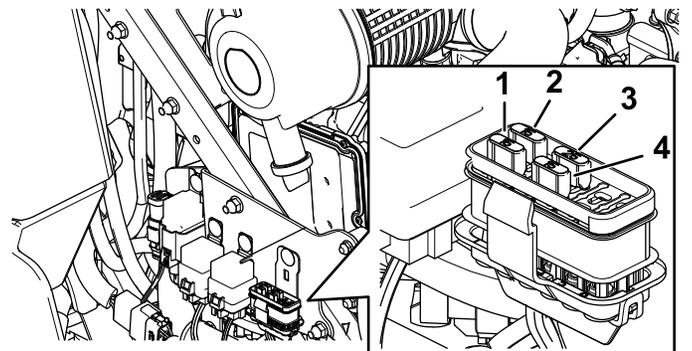

Figura 45
3. Montate un fusibile nuovo (Figura 45).